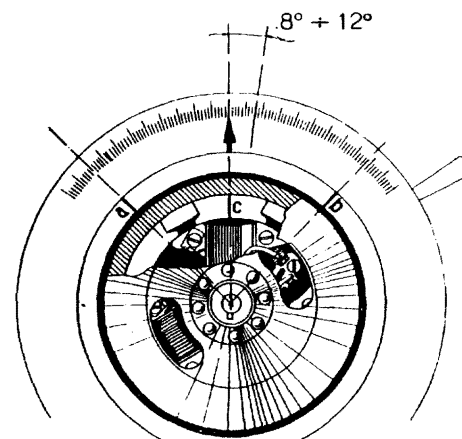

Fig. 27
1. - With normal flywheel overhauls (eg. substitution or magnetization of the flywheel rotor, cam or coil substitution), using the **flywheel test bench**, the contact breaker points should start to open when the keyway on the cam passes the centre line of the H. T. coil, opposite to said keyway, by 8° to 12° (as indicated in fig. 27). With this angle the minimum efficiency should be as follows:
1. - En las revisiones generales del volante (por ej.: sustitución o magnetización rotor, sustitución excéntrica, sustitución bobinas) **si se dispone del banco de prueba** los contacts del ruptor deben empezar a abrirse cuando la bisectriz de la ranura para chaveta sobrepasa la de la bobina de A. T. de 8° ÷ 12° (fig. 27). La utilidad mínima con dicho ángulo debe resultar la siguiente: